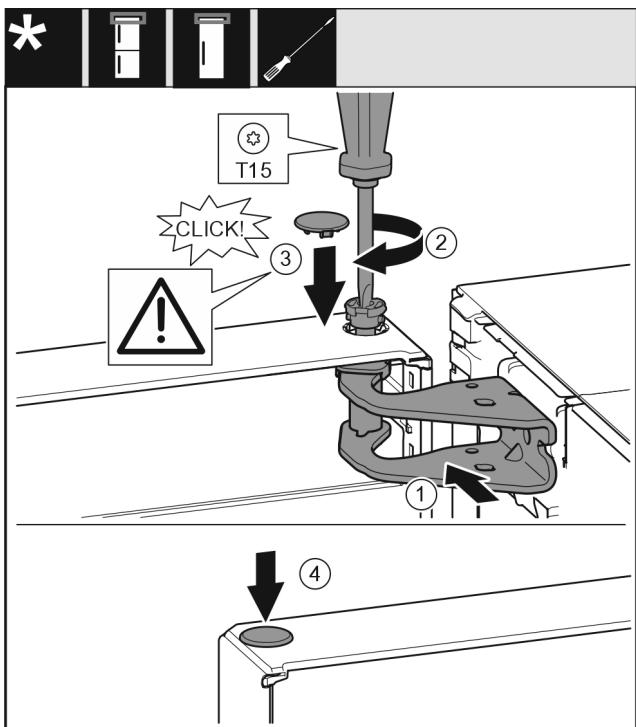

Fig. 22
- Ευθυγραμμίστε την πόρτα επάνω με το άνοιγμα στο στήριγμα. Fig. 22 (1)
- Τοποθετήστε τον πείρο και σφίξτε με κατσαβίδι T15. Fig. 22 (2)
- Τοποθετήστε το κάλυμμα ασφάλισης για την ασφάλιση της πόρτας: Τοποθετήστε το κάλυμμα ασφάλισης και ελέγχετε εάν εφαρμόζει στην πόρτα. Διαφορετικά, τοποθετήστε ολόκληρο τον πείρο. Fig. 22 (3)
- Τοποθετήστε την τάπα. Fig. 22 (4)